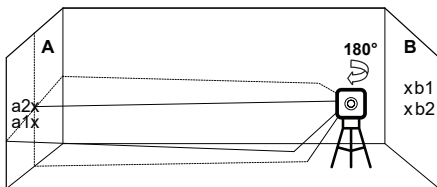

Figura 4
- 8) Rotiți nivela laser la 180° către peretele **A** și marcați pe perete centrul liniilor încrucișate cu **a2** (vezi Figura 4).